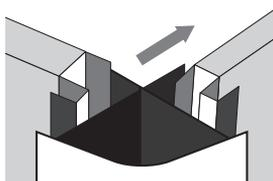

Рис. 41. Совмещение профилей и стойки
- наклоните стойку так, чтобы ее вторая вогнутая часть оделась на профиль бокового стекла (рисунок 41).